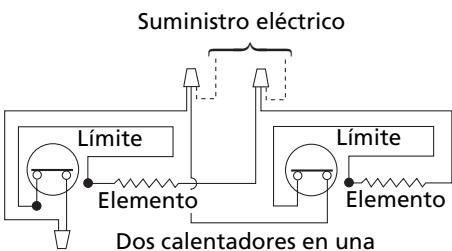

Figura 12 – Conexiones del Cableado para Dos Calentadores
6. Conecte los calentadores según se muestra en el Diagrama Eléctrico en la Figura 12.